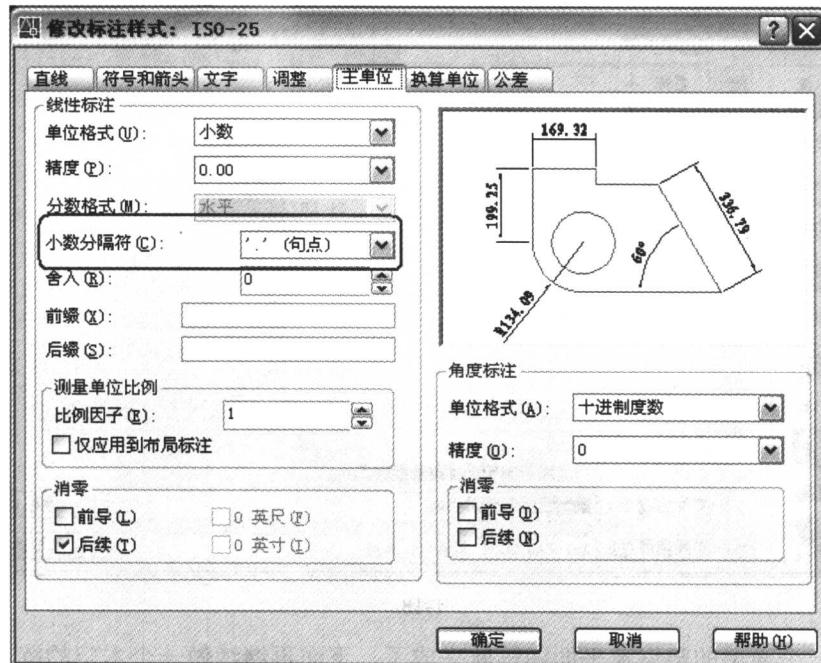

图 1-16
(15) 将“主单位”项中的“小数分隔符”修改为“.”，如图 1-16 所示。单击【确定】和【关闭】按钮退出对话框。